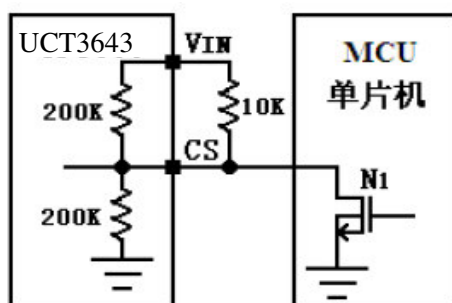

图5 4.2V 锂离子电池充电与停机状态的外部控制切换
4.2V 锂离子电池充电与停机模式的切换如图5 所示。通过一个开漏输出端口与CS 端连接，如果NMOS 管栅极输入低电平，N1 截止，此时CS 端接高电平，则充电截止电压为4.2V，UCT3643 为锂离子电池充电。当NMOS 管栅极输入高电平，N1 导通，此时CS 端被下拉到GND，UCT3643 为停机模式。